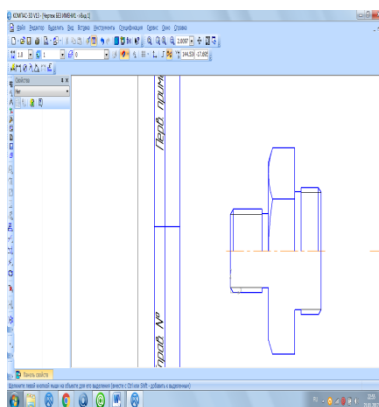

Рисунок 31-Построение линии резьбы
12. Командой *Параллельный отрезок* линией стиля *Тонкая* начертим четыре горизонтальных отрезка, обозначающих линии впадин резьбы. Построение отрезков начинается из угловых точек проточек, смотри рисунок 31.